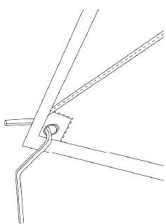

рис. 7
5. Убедившись, что лестница надёжно установлена, поднимитесь к автопалатке и вытащите одну из дуг. Вставьте дугу одним концом в проушину тента, а вторым — в крепёжное отверстие. Для крепления используется 4 дуги: 2 длинных, 2 коротких (рис. 7).